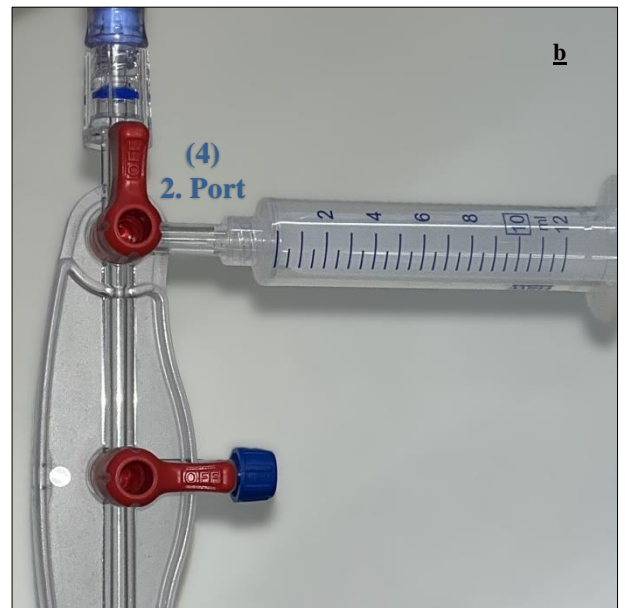

Abb. 28 Anschluss einer sterilen Spritze an den zweiten Port der Hahnbank (4) über einen LUER-Anschluss für die Elution.
- b) Schließen Sie eine sterile Spritze mit LUER-Anschluss an den zweiten Port der Hahnbank (4) an.
- (Siehe Abb. 28)